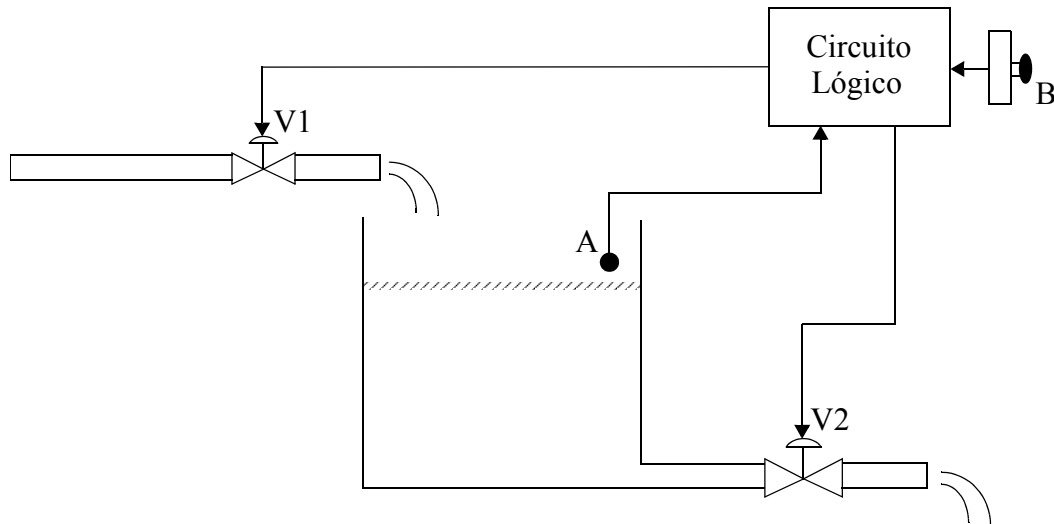

Figura 4.3 Esquema do tanque industrial
- Elabore um diagrama Ladder simplificado para encher ou esvaziar um tanque industrial por meio de duas eletroválvulas. A eletroválvula V1 permite a entrada de líquido e a V2 permite o escoamento de saída. Quando o líquido atinge o nível máximo do tanque, um sensor A envia um sinal para o circuito lógico. Abaixo do nível máximo o sensor A não envia sinal algum. Há ainda um botão B, que deve encher o tanque quando for acionado e esvaziar em caso contrário. O esquema do tanque está apresentado na Figura 4.3 e as convenções do funcionamento do sistema estão apresentados na tabela abaixo.